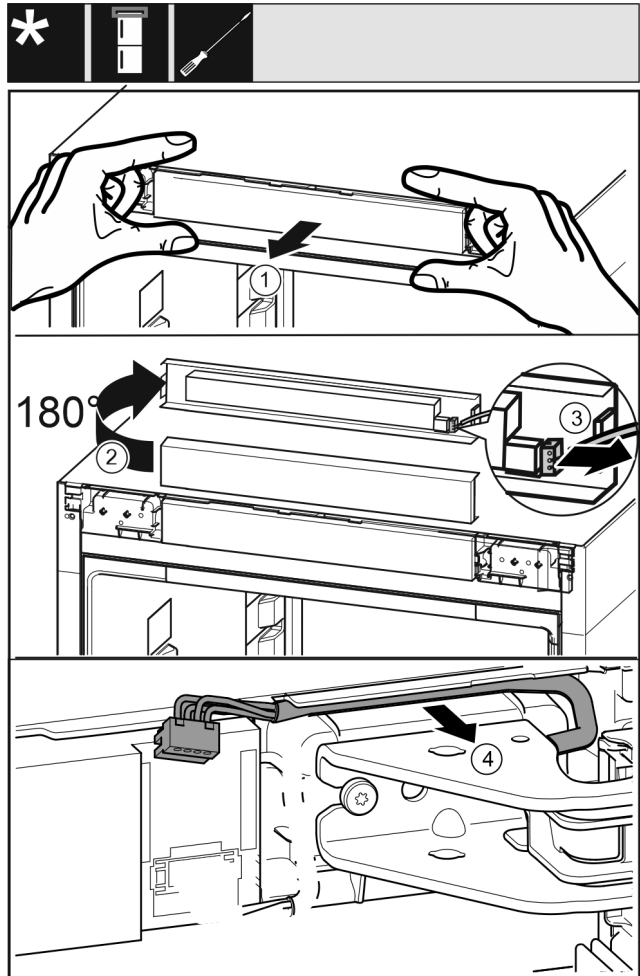

Fig. 10
- Óvatosan válassza le a kezelőpanelt Fig. 10 (1) előre felé.
- Fordítsa el a kezelőpanelt Fig. 10 (2) felfelé 180°-kal.
- Nyomja hátrafelé a reteszelő bütyköt Fig. 10 (3), és óvatosan húzza ki a dugót.
- Óvatosan vegye ki a csapágyak feletti kábelt Fig. 10 (4) a vezetősínből.